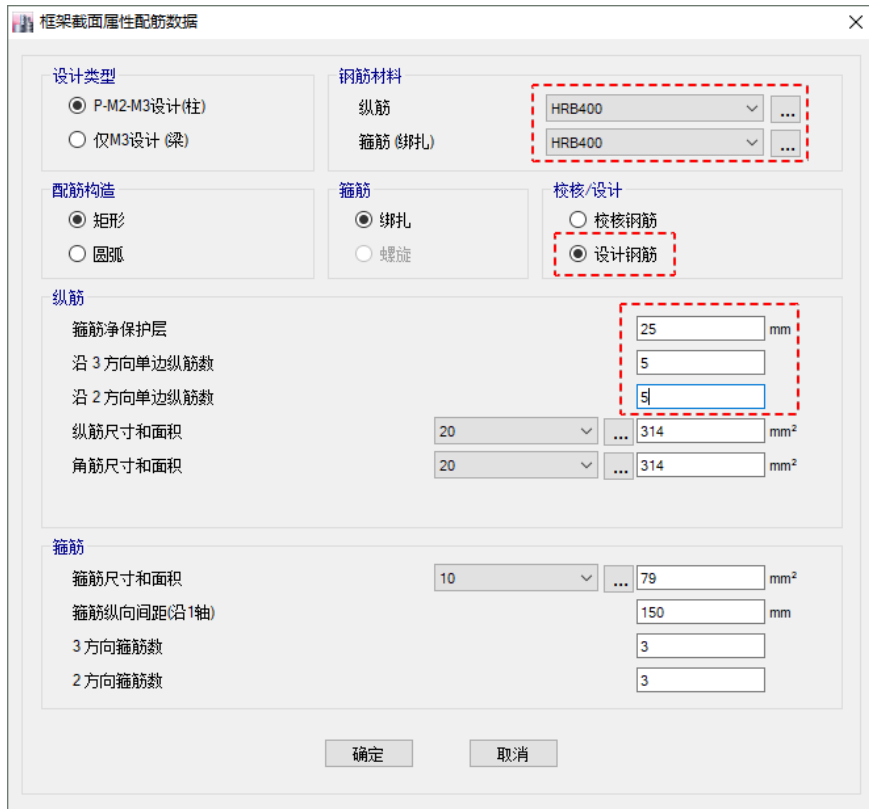

图 3-9 框架截面属性配筋数据对话框
6. 点击修改/显示钢筋按钮，弹出框架截面属性配筋数据对话框，如图 3-9 所示：